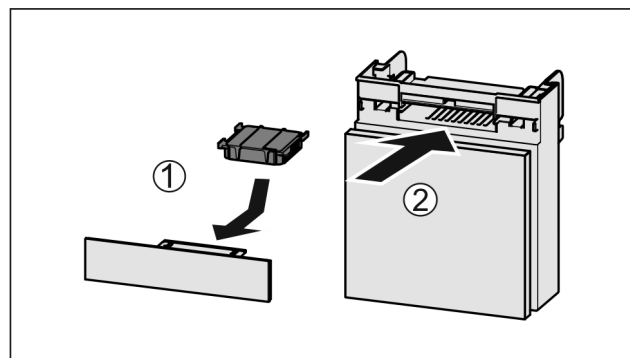

Fig. 139
- Поставете Fig. 139 (1) филтър с активен въглен, както е показано на фигурата.
- Вкарайте Fig. 139 (2) отделениято.